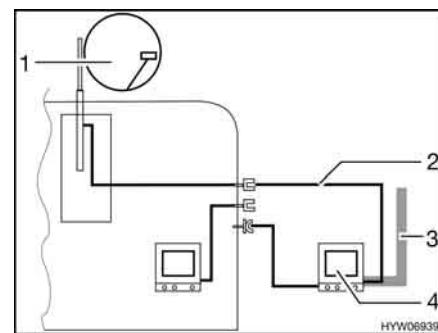

Fig. 84 TV nella tenda veranda
- TV nella tenda veranda (Fig. 84,4): Collegamento all'antenna del tetto (Fig. 84,1) con cavo di collegamento (Fig. 84,2)
- TV nella tenda veranda (Fig. 84,4): Collegamento a antenna esterna (Fig. 84,3)